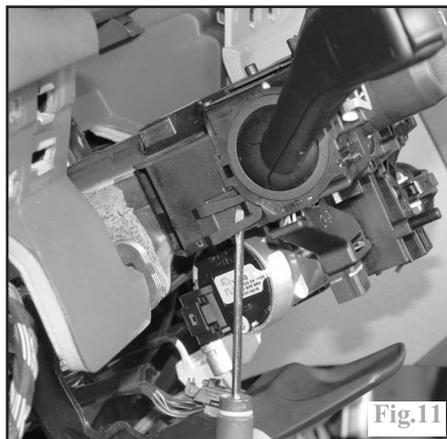

Fig. 11
- la commande d'éclairage, en la dépliant (Fig. 11).